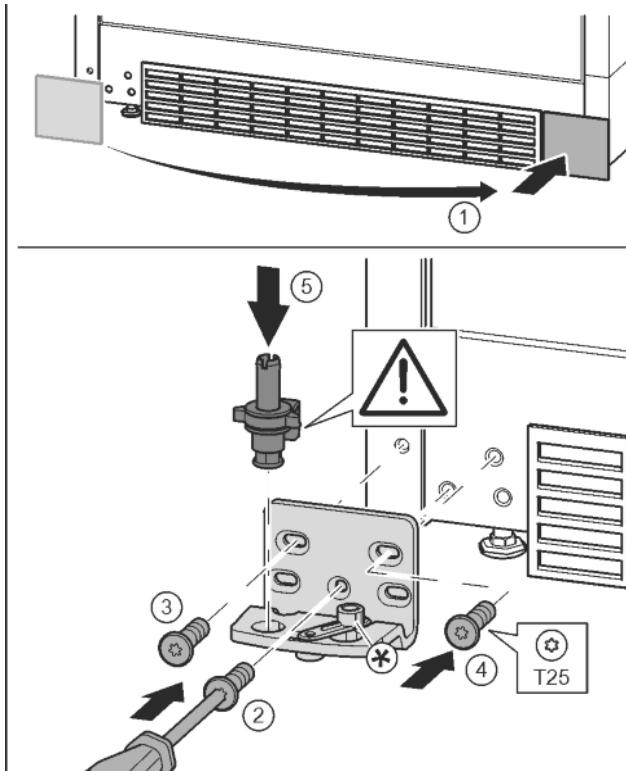

Fig. 13
- Снять крышку и поставить с другой стороны. Fig. 13 (1)
- Установить опорный кронштейн с другой стороны и прикрутить с помощью отвертки T25. Начинать с винта 2 в центре. Fig. 13 (2)
- Затянуть винты 3 и 4. Fig. 13 (3, 4)
- Снова установить опорный палец в сборе. При этом следить за тем, чтобы выступ фиксатора был направлен назад. Fig. 13 (5)